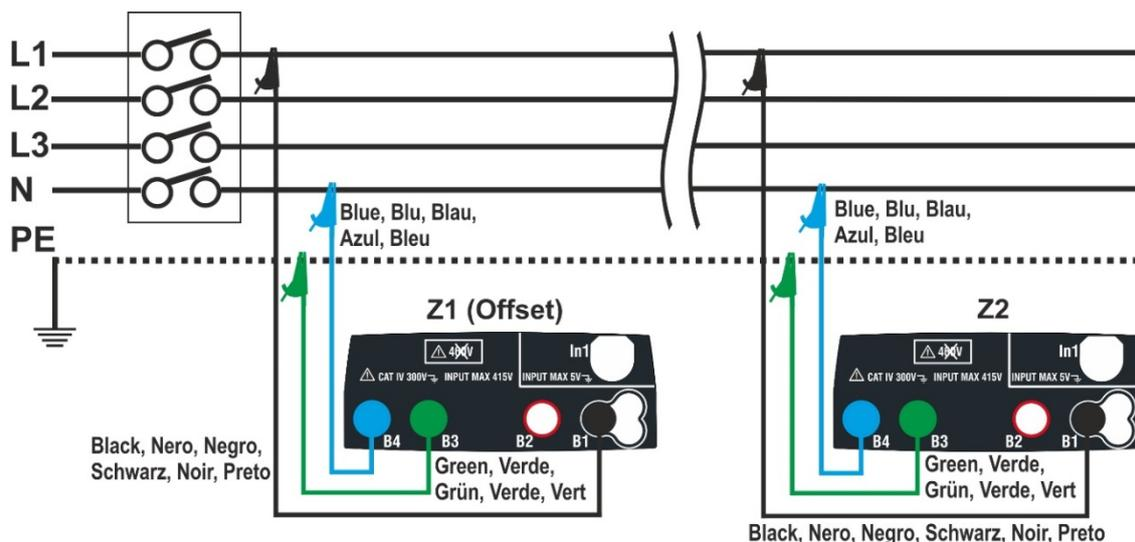

Fig. 34: Ligação do instrumento para medição da queda de tensão pelo método L-N
6. Passar ao ponto 9 no caso em que foi inserido manualmente o valor de Z1 (Offset). **No caso em que NÃO foi inserido manualmente o valor de Z1 (Offset)** ligar o instrumento no ponto inicial da linha em exame (normalmente a jusante da proteção) de acordo com a Fig. 34 ou Fig. 35 a fim de executar a primeira medição da Impedância **Z1 (Offset)**. Neste caso o instrumento executará a medição da Impedância presente a montante do ponto inicial da linha assumindo-a como referência inicial. No display é apresentado o seguinte ecrã (relativa à medição L-L)
9. Ligar o instrumento no ponto final da linha em exame de acordo com as Fig. 34 ou Fig. 35 de modo a executar a medição da Impedância no fim da linha **Z2**. No display é apresentado o ecrã mostrado ao lado. Notar a presença no display do valor Z1 (Offset) anteriormente medido